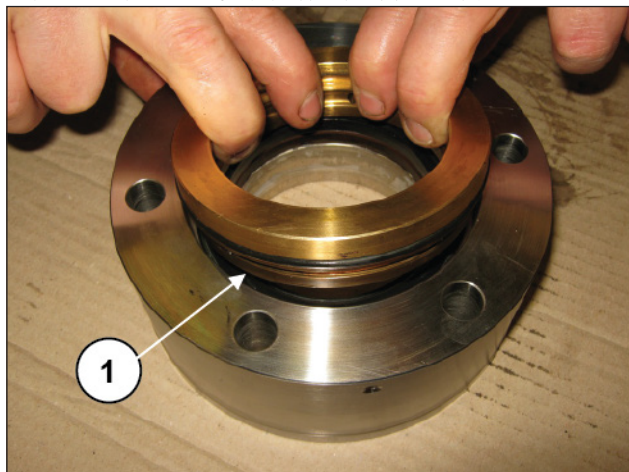
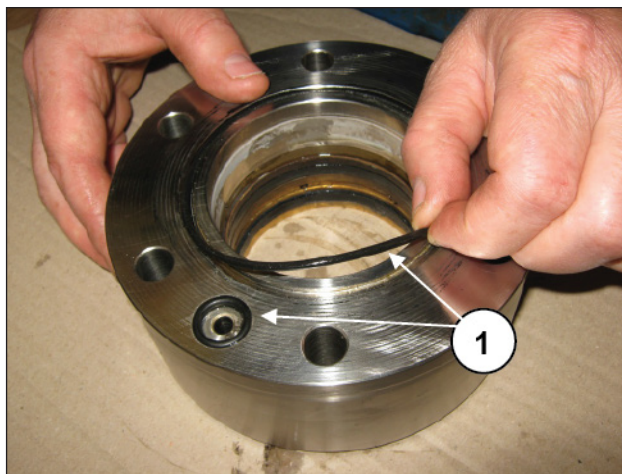

图 225
图 226
在活塞套上安装密封圈底座（位置①，图 225），把O形圈（位置①，图 226）安装在活塞套的放置平面上。